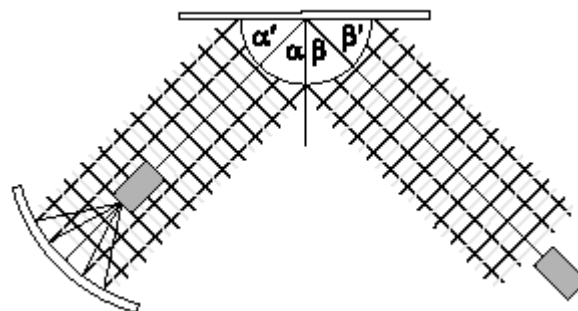

Abb. 1: Reflexion von ebenen Ultraschallwellen an einer Planfläche
Als Ausfallswinkel wird der Winkel zwischen Lot und Richtung maximal reflektierter Intensität definiert (siehe Abb.1).
- Anordnung auf $\alpha + \beta = 180^\circ$ stellen (siehe Abb.1).
- festen Winkel $\alpha' = 45^\circ$ (siehe Abb.1) einstellen.
- Winkel β' (siehe Abb.1) von 30° bis 60° in Schritten von 1° variieren und Spannungsamplitude des Empfängersignals messen.